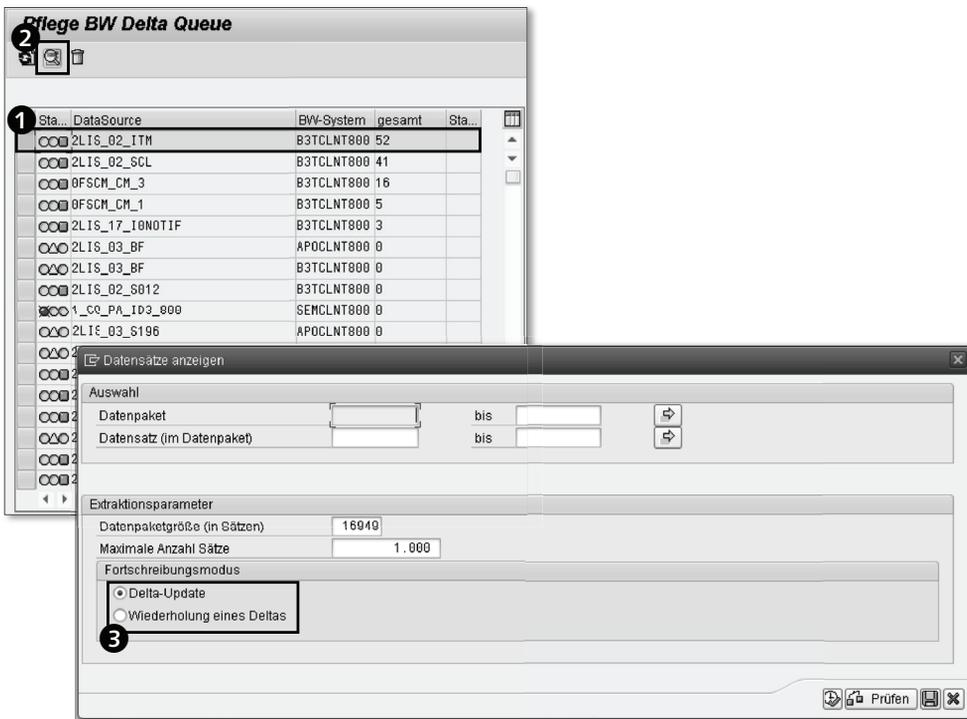

Abbildung 3.6 Anzeige des aktuellen oder letzten Deltas einer Delta-Queue
In der Transaktion RSA7 können Sie sich sowohl über die aktuellen Datensätze als auch das letzte erfolgreiche Delta informieren. Markieren Sie dazu die DataSource (❶), und klicken Sie auf **DETAIL** (❷). Anschließend öffnet sich ein Pop-up, in dem Sie sich das aktuelle oder das letzte Delta anzeigen lassen können (❸), wie Abbildung 3.6 zeigt.